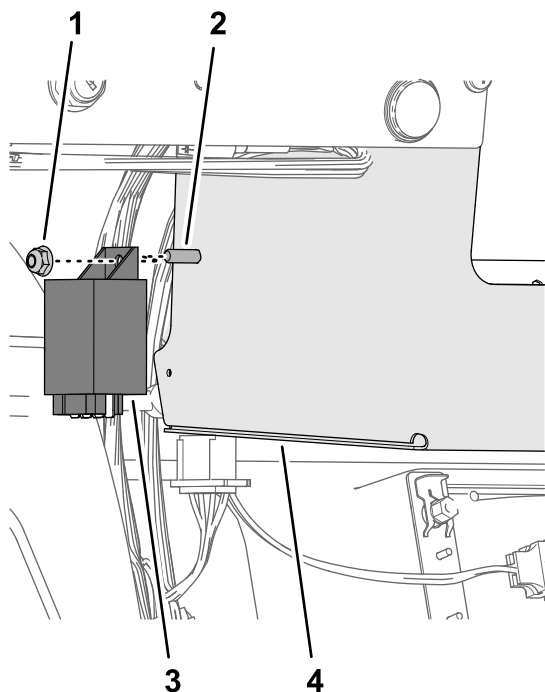

Figura 21
4. Montate il modulo lampeggiatore CE sul bullone a testa flangiata con un dado di bloccaggio flangiato ($\frac{1}{4}$ ") e serratelo manualmente (Figura 21).